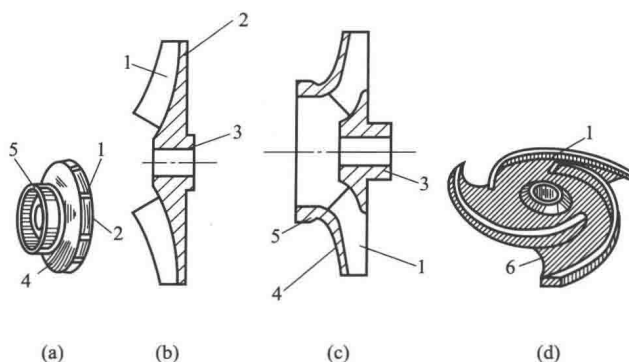

图 1-2 离心泵叶轮
离心泵叶轮如图 1-2 所示，有 4 种形式。
如图 1-2(a) 所示，由前后盖板及叶片组成，应用最多、效率高，适于输送清水及黏度较小的液体。
(2) 前半开式叶轮 [图 1-2(b)]
(3) 后半开式叶轮 [图 1-2(c)]
(2)、(3) 两种叶轮造价低，且适应性强，应用逐渐增多。由于应用与闭式叶轮相同的密封环，其效率与闭式叶轮相同。
(4) 开式叶轮 [图 1-2(d)]